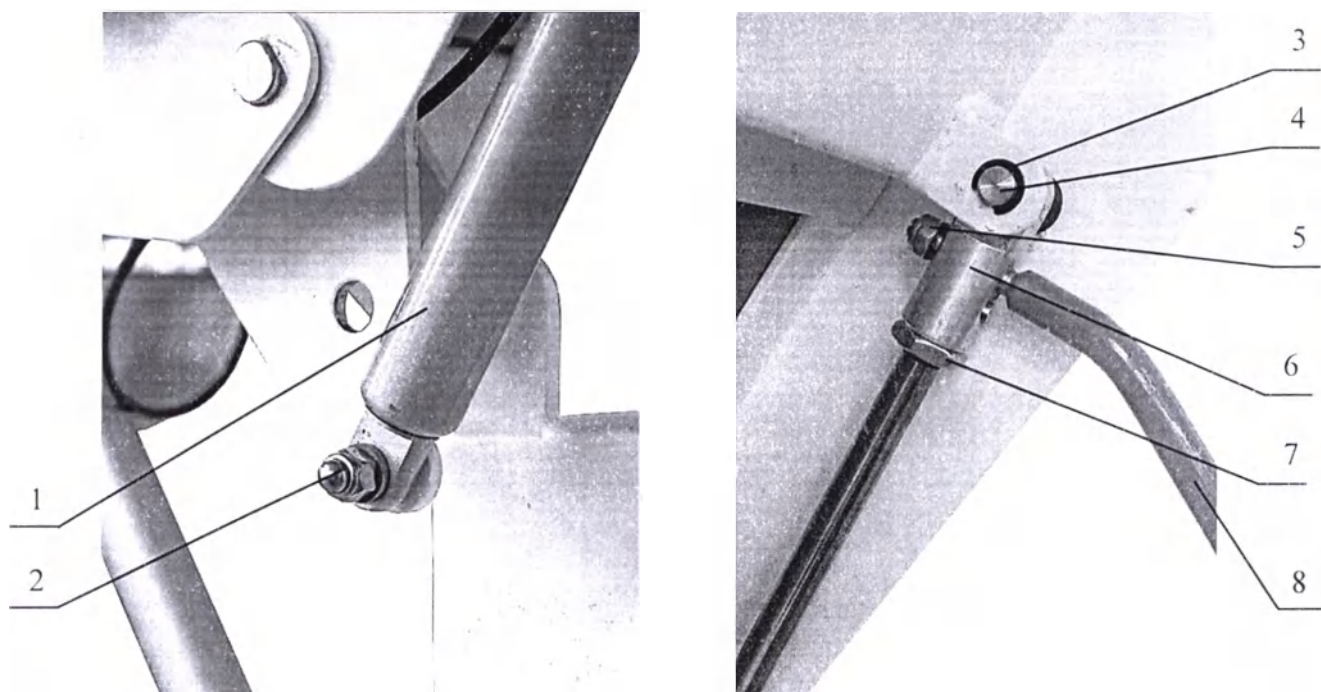

Рисунок 6. Замена газовых пружин поворота спинки.
- 12.1.1. Отверните гайки 5 (Рисунок 6).